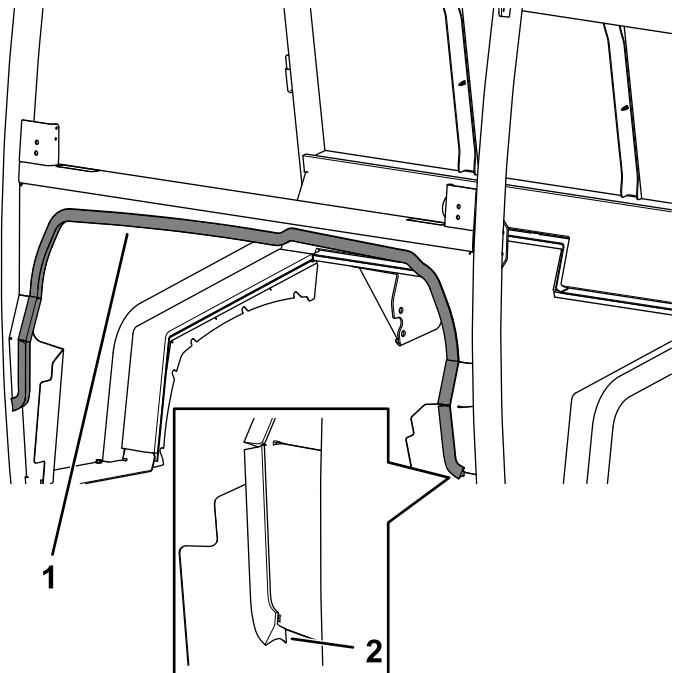

Figura 30
4. Instale o vedante do painel inferior na cabina (Figura 30).
- Certifique-se de que instala o vedante com o rebordo mais comprido para a frente (Figura 30).